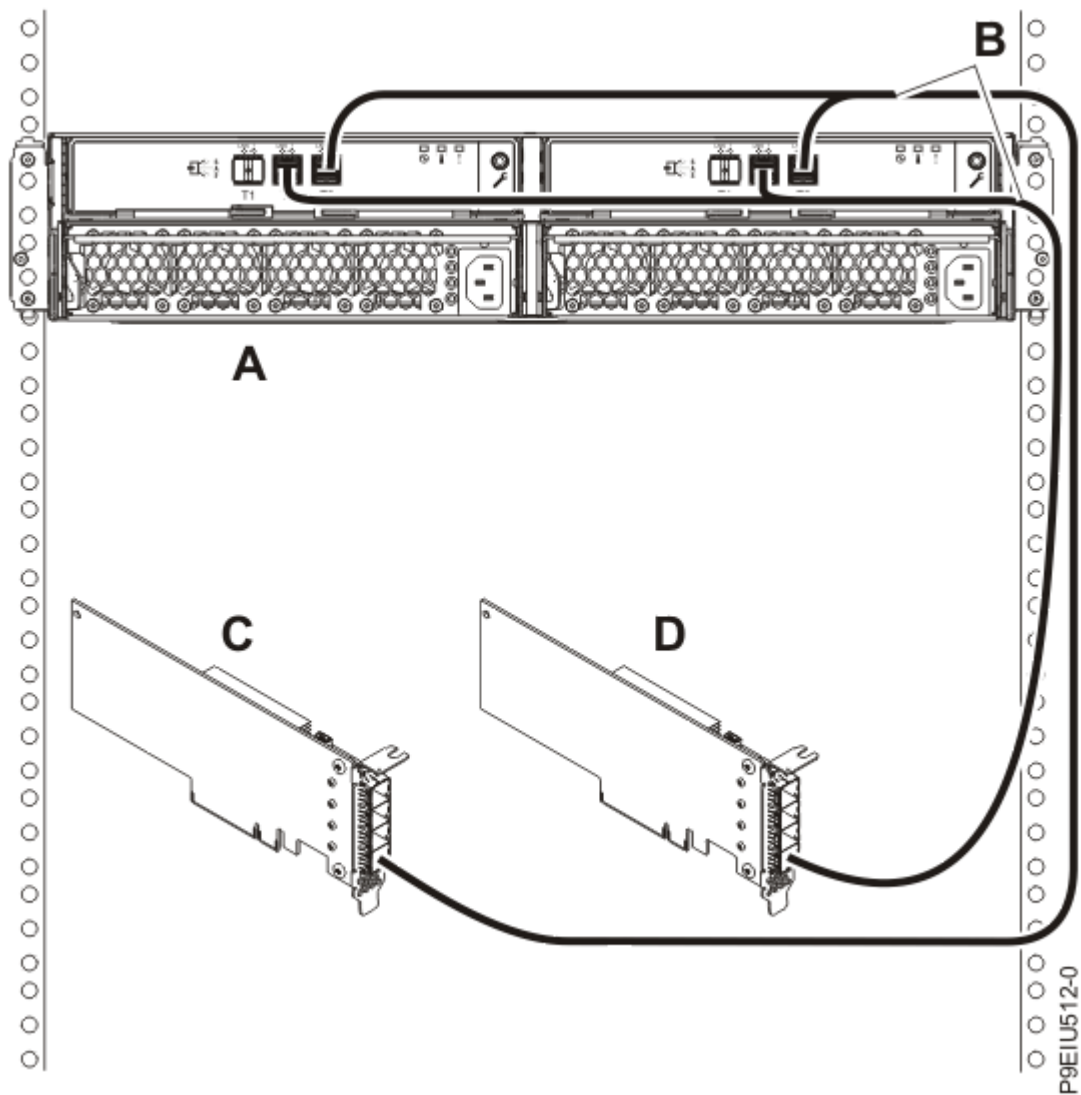

Figure 18. Connexion de mode 2 d'une armoire de stockage ESLL ou ESLS via des câbles YO12 à deux adaptateurs SAS FC EJ0J, FC EJ0K ou FC EJ0M indépendants
18. Effectuez une connexion de mode 2 d'un boîtier (A) via des câbles YO12 (B) à deux adaptateurs SAS FC EJ0J, FC EJ0K ou FC EJ0M indépendants (C et D), comme illustré à la Figure 18, à la page 24. Passez ensuite à l'étape «Connexion des câbles et des cordons d'alimentation et installation des capots», à la page 30.